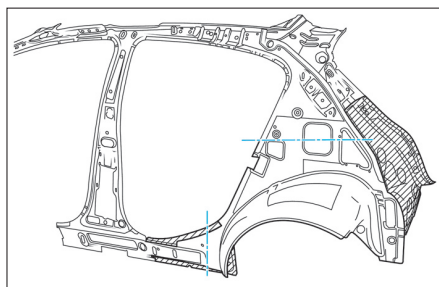

FIG. 94
• Enlever la partie hachurée et découper la doublure d'aile arrière neuve (Fig.94).